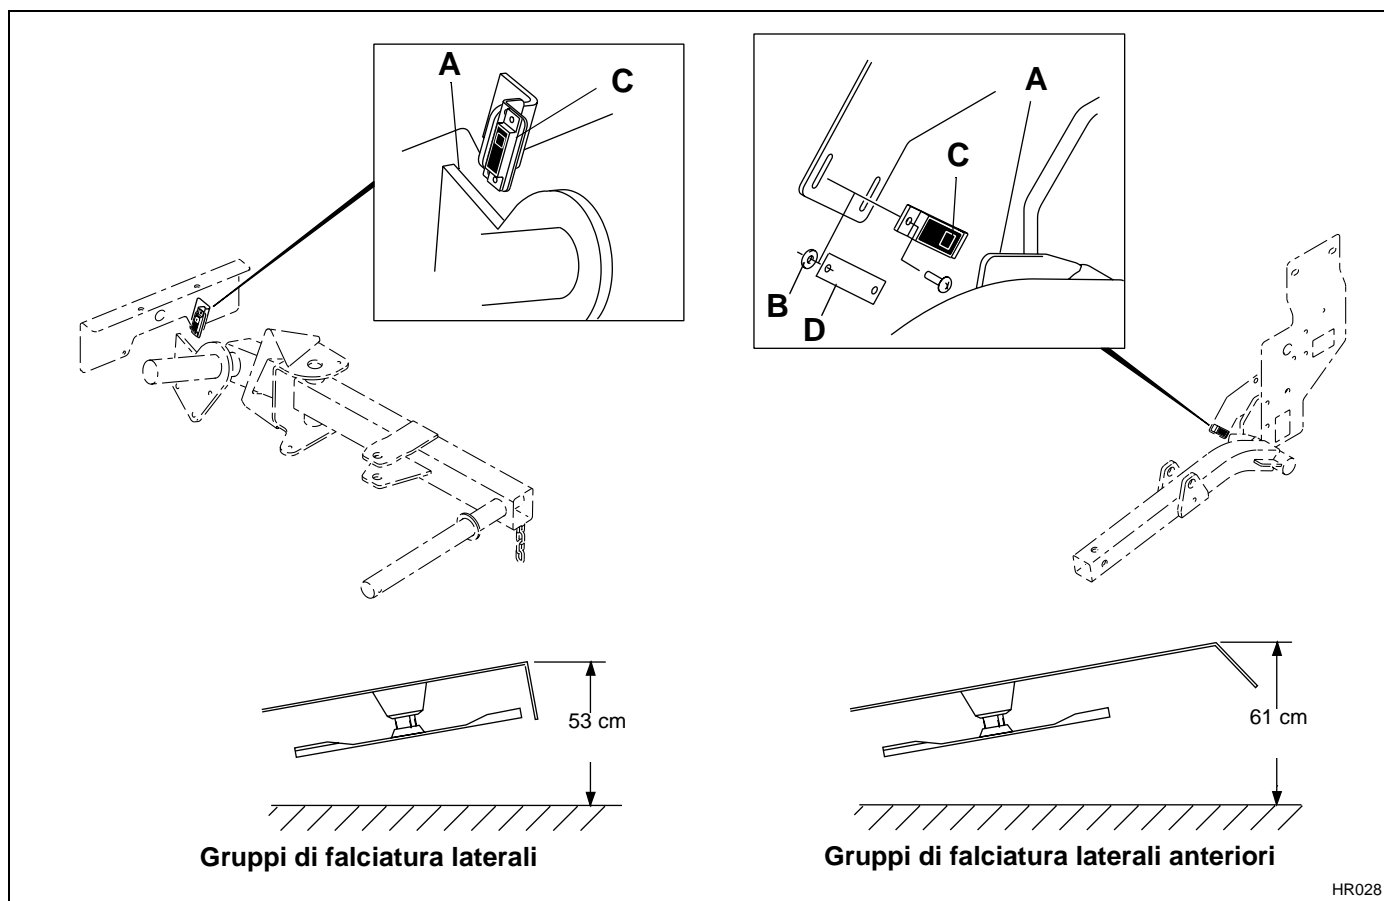

Figura 3K
2. Mettere in moto il trattore e sollevare o abbassare le bobine finché il punto più alto sull'angolo superiore delle bobine non raggiunge l'altezza indicata nella Figura 3K.
4. Collocare l'interruttore in modo che la zona di rilevamento (C) risulti al centro del bordo di attacco (A) dell'attivatore sul braccio di sollevamento.
5. Regolare la distanza tra la zona di rilevamento sull'interruttore e l'attivatore sul braccio di sollevamento tra 1,5 e 3 mm. Per il braccio di sollevamento anteriore interporre degli spessori (D) o delle rondelle n. 10 (B) tra l'interruttore e il relativo montante.